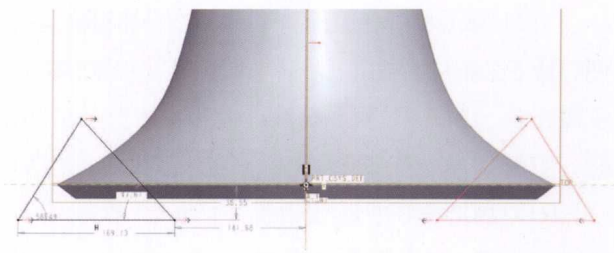

图1-14
(8) 使用“中心线”工具在草图水平居中绘制垂直的中心线，框选绘制的三角形草绘，然后单击草绘工具栏中的“镜像草图”工具，再单击新绘制的垂直中心线，在中心线的右侧会镜像出一个三角形草绘，如图1-14所示。（特别提示：草绘镜像工具只有选择了草绘图形后才会激活显示，没有选择草绘图形时，该命令将处于隐性冷冻状态，另外，镜像时必须指定中心线。）